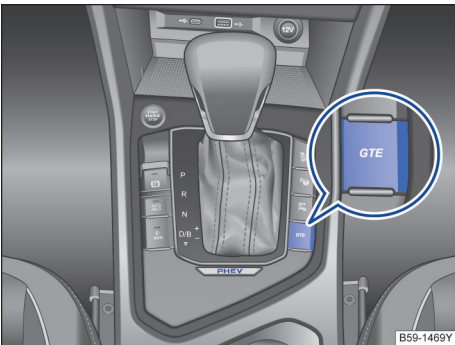

图 111 GTE 运行模式的按钮
- 按压按钮  → 图 111。组合仪表中的图标  GTE 亮起，表明 GTE 模式已激活。
- 再次按下 GTE 模式按钮  → 图 111。